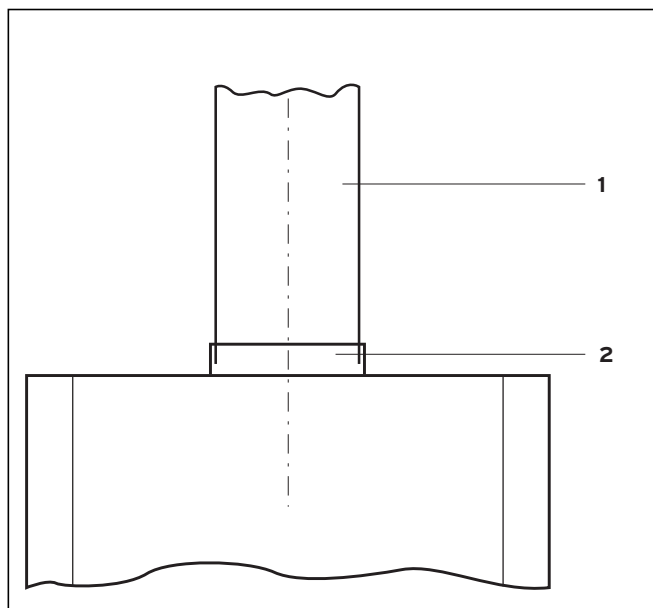

Fig. 5.1 Raccordo fumi
- Inserire il tubo per lo scarico fumi (1) nel raccordo per il tubo di scarico (2) sul dispositivo antiriflusso, vedi fig. 5.1 Raccordo fumi.